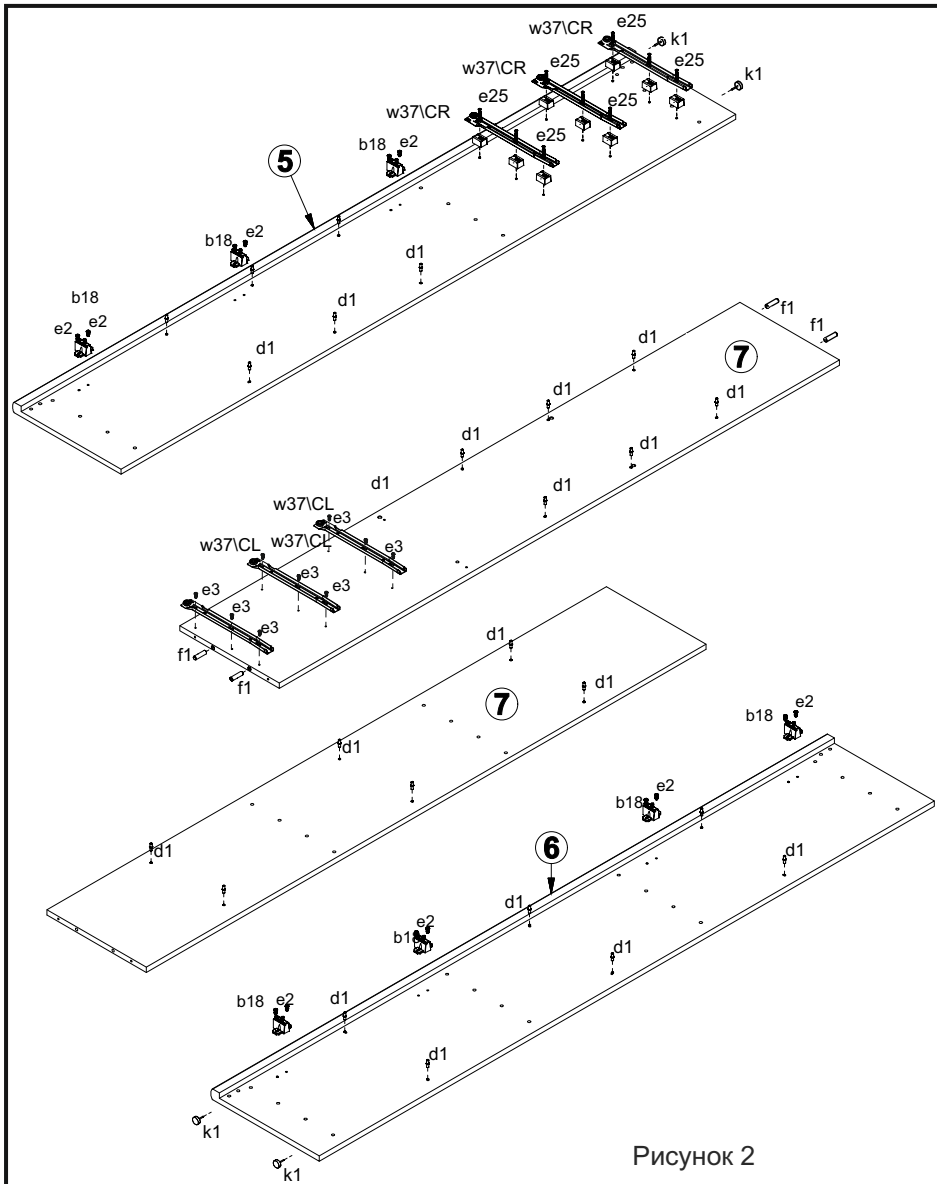

Рисунок 2
2. В отверстия $\varnothing 8$ мм на верхней и нижней торцевой поверхности стенки средней 7, боковых торцевых поверхностях полок соединительных 8, 9, 10 вбить деревянные шканты f1 (см. рис. 2, 3, 4).
3. В отверстия $\varnothing 5$ мм на внутренней поверхности стенки 5 прикрутить еврошурупами e25 направляющие w37/CR используя шайбу роликовых направляющих w47 (см. рис. 2).
4. В отверстия $\varnothing 5$ мм на внутренней поверхности стенки 7 прикрутить еврошурупами e3 направляющие w37/CL (см. рис. 2).
5. В отверстия $\varnothing 5$ мм на внутренних поверхностях стенок 5, 6, 7 вбить полкодержатели d1 (см. рис. 2).
6. В отверстия $\varnothing 5$ мм на внутренних поверхностях стенок 5, 6 закрепить еврошурупами e2 планку петли b18 (см. рис. 2).
9. На нижних кромках стенок боковых 5, 6 установить опоры (подпятники) k1 (см. рис. 2).